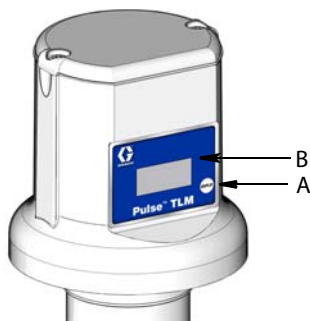

Рис. 2
- Нажмите и удерживайте кнопку Display (A, Рис. 2) пока на дисплее (B) не отобразится РЕГИСТРАЦИЯ (REGISTER).